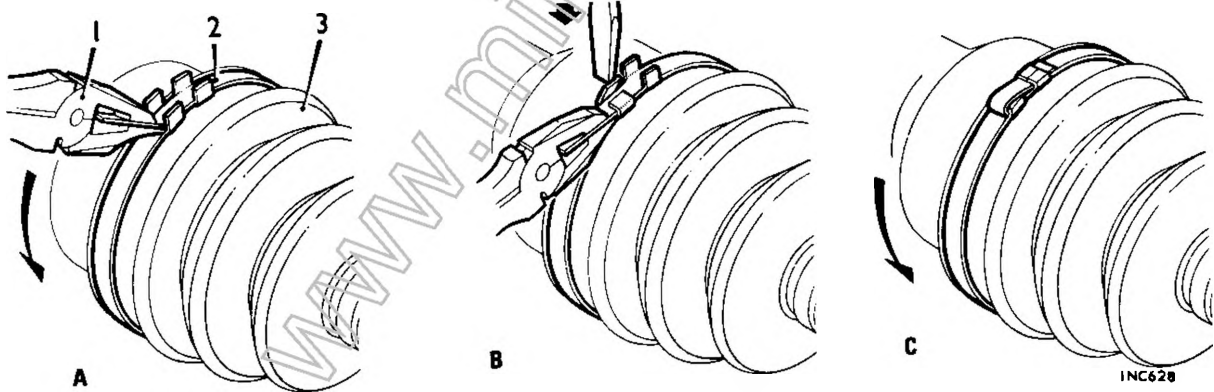

Fig. G.6
- (26) Rimontare il parapolvere sul giunto e posizionarlo in modo che la nervatura di riferimento vada a cadere nella scanalatura di ritegno. Bloccare poi la fascetta con l'anello di chiusura grande e l'attrezzo 18G 1099 (Fig. G.6). La punta della fascetta deve essere rivolta in direzione opposta al senso in cui ruotano i semialberi quando la vettura si sposta in avanti. Bloccare l'altra estremità del parapolvere nella corrispondente scanalatura del semialbero mediante l'anello di chiusura piccolo e l'attrezzo 18G 1099.
NOTA - Per il ricambio usare sempre parapolvere a soffiutto (Ved. fig. G.6).